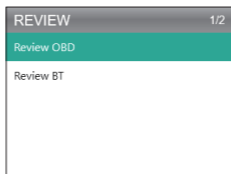

図 5.1.2
2. サブメニューで、OBDII 診断レコードまたはバッテリーテスト結果を確認するように選択できます。（図 5.1.2 を参照）